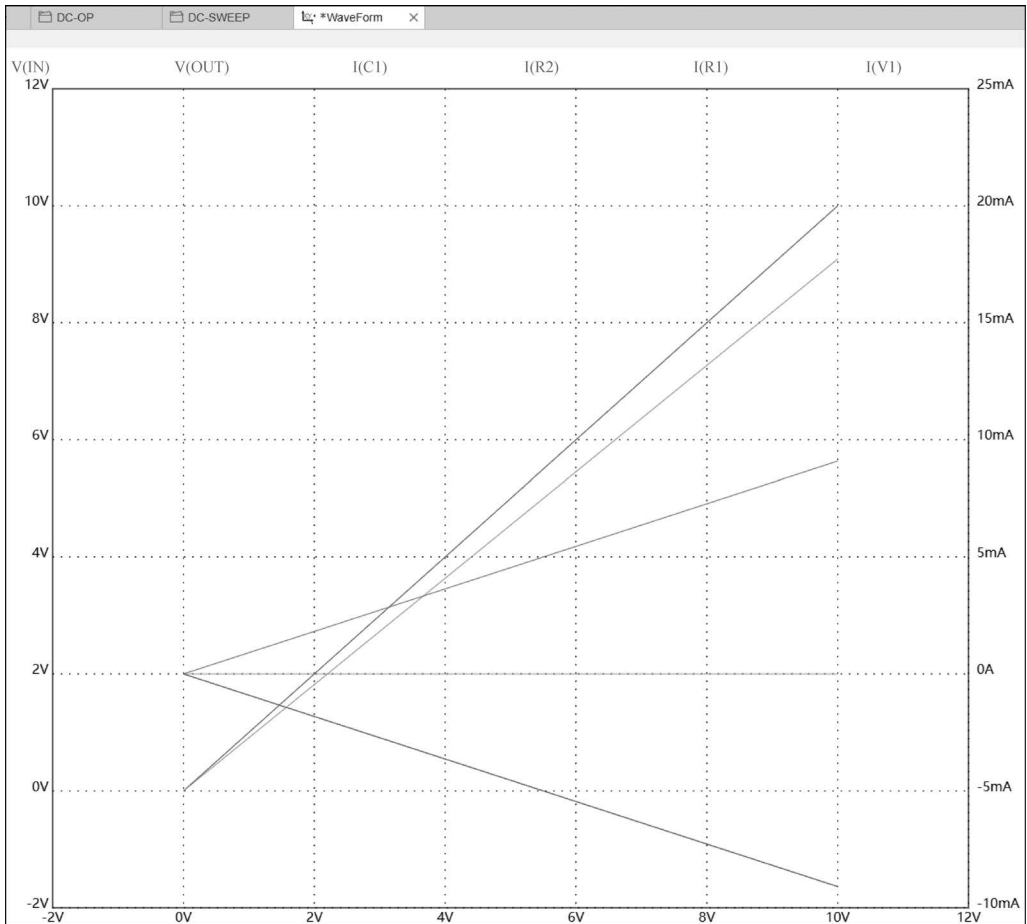

图 3-10 直流扫描仿真结果显示
(1) 运行 Spice 仿真后, 系统自动打开仿真结果波形显示界面 WaveForm, 如图 3-10 所示, 网络 IN 和 OUT 电压及器件电流的直流扫描结果显示在图形中。
(2) 从图 3-10 所示的仿真波形中可以看出, 输出电压 V(OUT) 随着输入电压 V(IN) 的增加而线性增加。